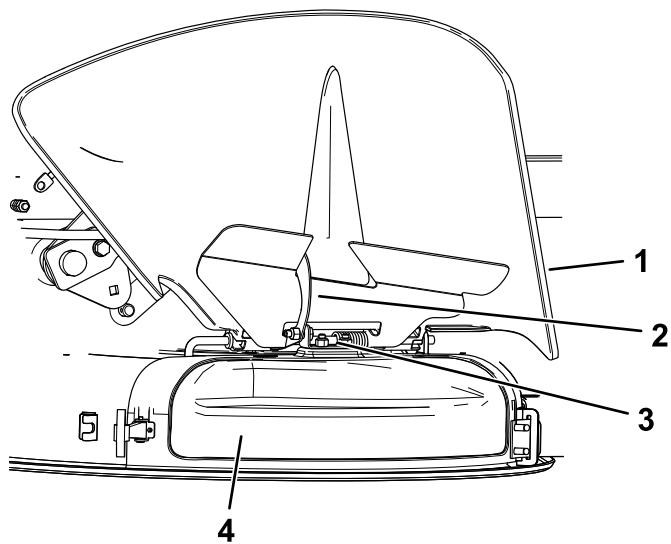

Figura 15
4. Liberare il dispositivo di chiusura a uncino sopra il coperchio dello scarico dall'asta di rotazione (Figura 15).
5. Sopra il coperchio dello scarico, agganciate il dispositivo di chiusura a uncino all'asta di rotazione del gruppo deflettore (Figura 15).